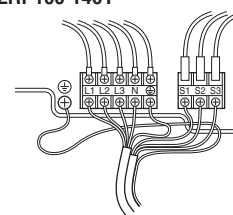

Fig. 6-2
6.1. Buitenapparaat (Fig. 6-1, Fig. 6-2)
- ① Verwijder het onderhoudspaneel.